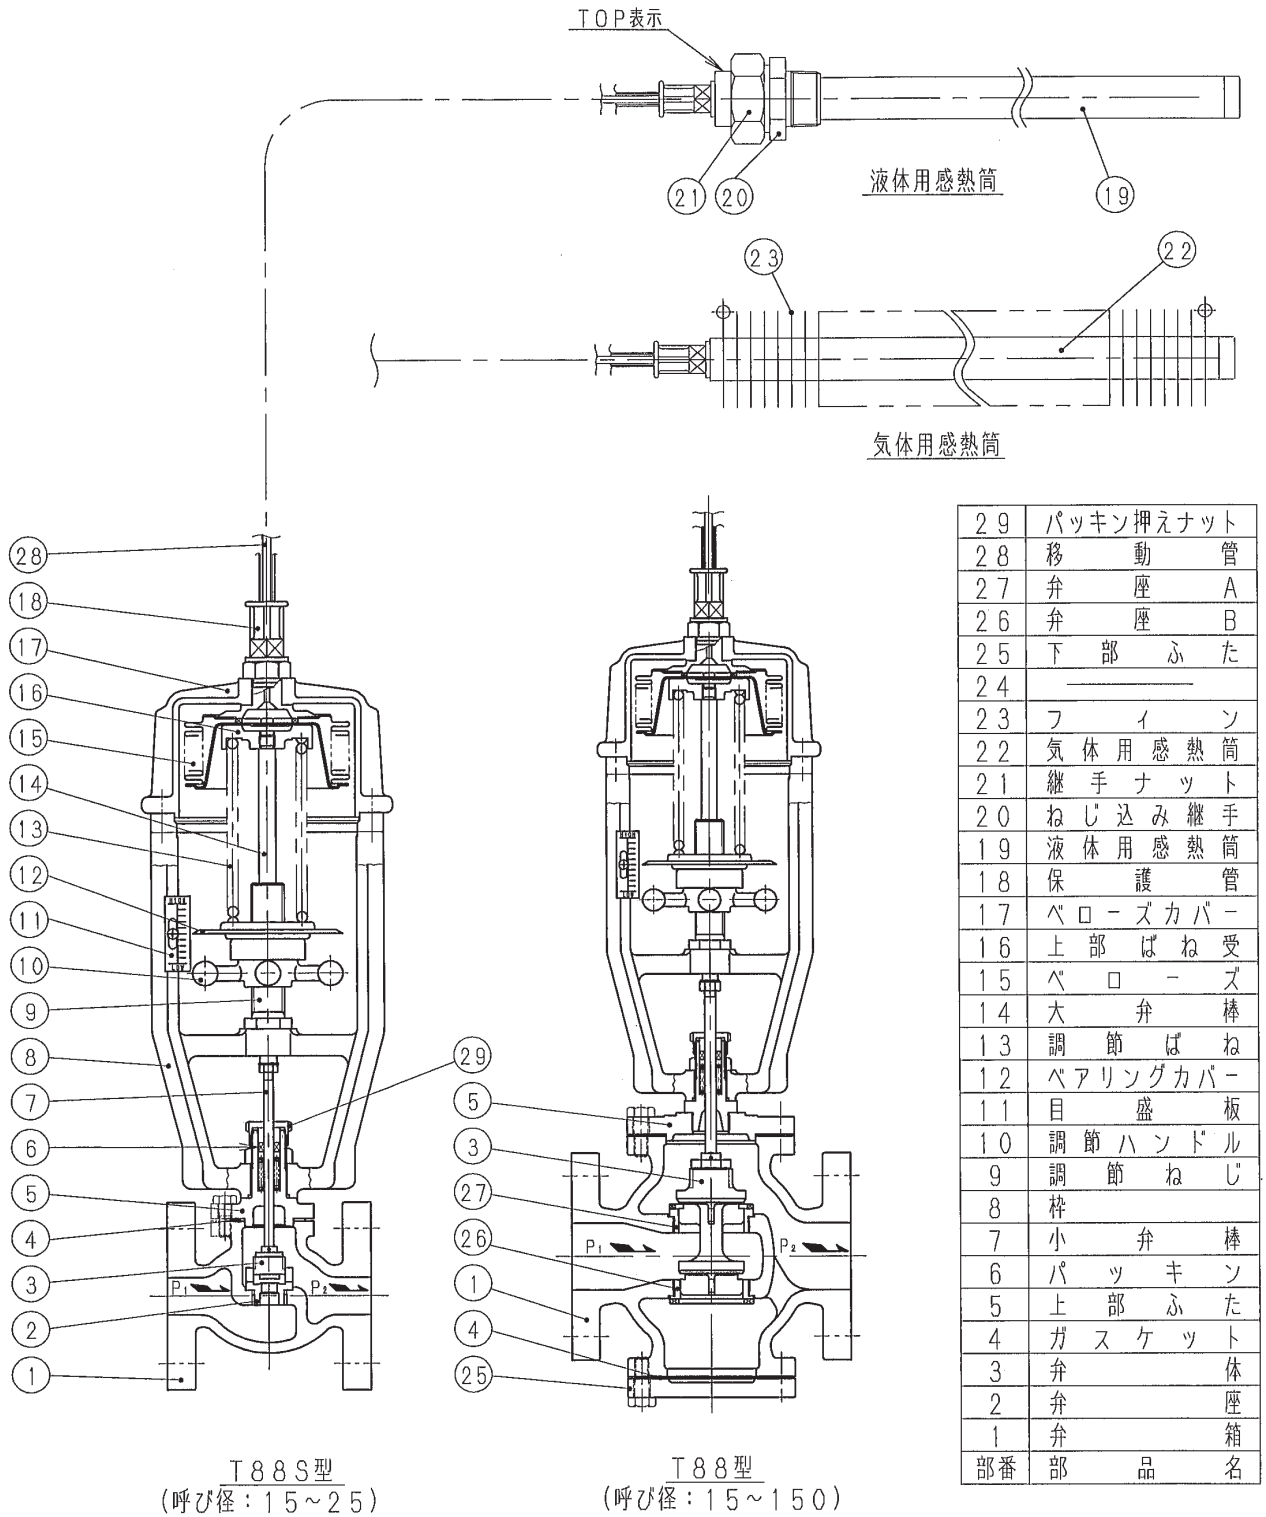

図1 構造図(標温用)
- 2.1 図 1 を参照願います。ベローズ (15)、感熱筒 (19)・(22) 及び移動管 (28) の中には、温度に鋭敏な薬液が封入されております。